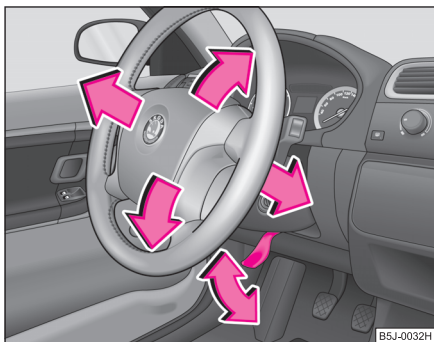

Fig. 88 Volan reglabil:
- Îndreptați maneta de sub volan ⇒ fig. 88, în jos ⇒ ⚠.